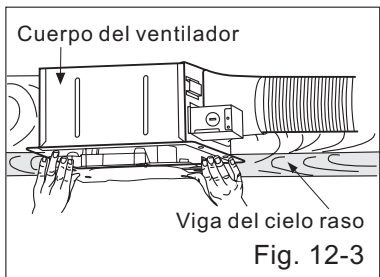

Fig. 12-3
6. Inserte el soplador en el cuerpo del ventilador. (Fig. 12-3)